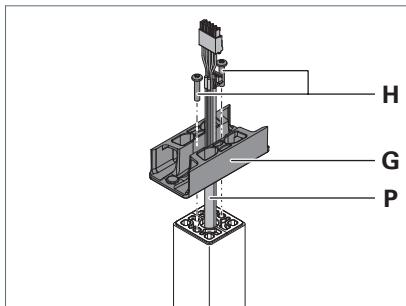

Fig. 5: Adapter auf das Standrohr montieren.
- ▶ Führen Sie die Leitungen **P** von unten durch den Adapter **G** und setzen Sie den Adapter auf das Standrohr, siehe Fig. 5.